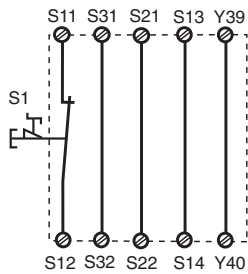
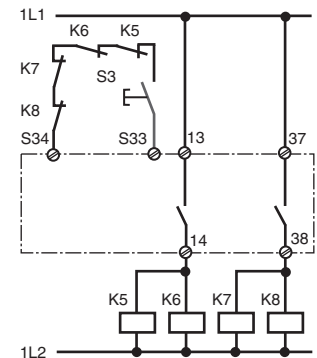

Fig. 2: Eingangskreis einkanalig, automat. Start/Single-channel input circuit, automatic reset/Commande par 1 canal, validation automatique
Fig. 10: wie Fig. 9 mit überwachtem Start/connection for contactors/relays and monitored reset/comme Fig. 8 avec surveillance du poussoir de validation
In Fig. 2 ... Fig. 10 sind Anschlussbeispiele für Not-Halt-Beschaltung mit automatischem und überwachtem Start, Schutztürsteuerungen sowie Kontaktvervielfachung durch externe Schütze.
- Fig. 2 und 7: **keine** Verbindung S33-S34
In Fig. 2 ... Fig. 10 are connection examples for Emergency Stop wiring with automatic and monitored reset. Safety gate controls as well as contact expansion via external contactors.
- Fig. 2 and 7: S33-S34 **not** connected
Les figures 2 à 10 représentent les différents câblages possibles du PNOZ XV2 à savoir : poussoir AU avec réarmement automatique ou auto-côntrolé, interrupteurs de position et augmentation du nombre des contacts de sécurité par contacteurs externes.
- Fig. 2 et 7: **pas** de câblage sur S33-S34